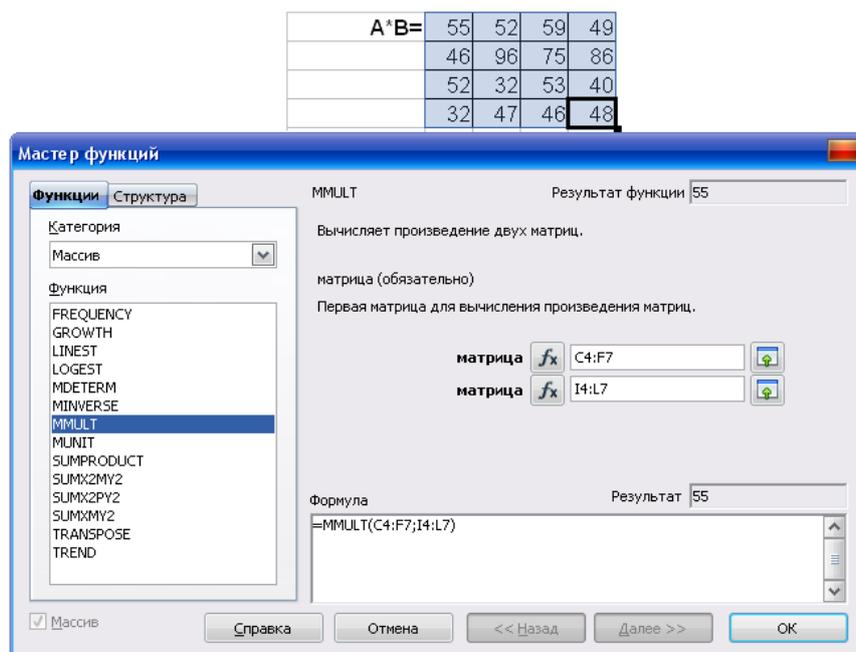

Рис. 5.5. Произведение двух матриц
2. Открыть **Мастер функций**. В диалоговом окне выбрать **Категория** – **Массив** – **Функция** – **MMULT** – Далее. Ввести диапазоны массивов как указано на рис. 5.5. Для получения результата нажать комбинацию клавиш **Shift+Ctrl+Enter**.